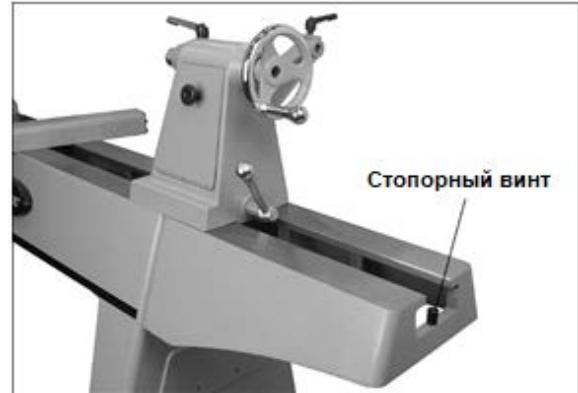

Рис. 6-6: дополнительное удлинение станины на 508 мм
2. Воспользовавшись помощью ассистента, установите удлинение встык с торцом станины. Вставьте в резьбовые отверстия станка четыре винта с внутренним шестигранником 10 x 45 мм с пружинными и плоскими шайбами (поставляются с удлинением) через отверстия и пазы удлинения. См. Рис. 6-6.
зажимная гайка располагалась по линии стыка (Рис. 6-6). Заблокируйте заднюю бабку с помощью запорной рукоятки; это позволит выровнять удлинение и станину между собой.
7. Выкрутите стопорный винт из станины станка (Рис. 6-6) и закрутите его в отверстие на конце удлинения.
Чтобы снять со станка переднюю/заднюю бабку или основание подручника, выкрутите стопорный винт с любого конца станка (Рис. 6-6). **ПРИМЕЧАНИЕ:** после очередной установки данных узлов на токарный станок снова закрутите стопорный винт.